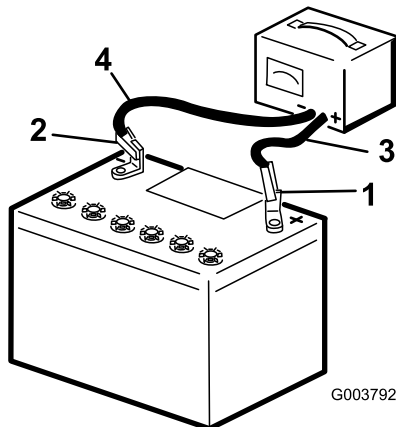

Figure 61
2. Chargez la batterie pendant 4 à 8 heures à un régime de 3 à 4 A (Figure 61). Ne chargez pas la batterie excessivement.
3. Quand la batterie est chargée au maximum, débranchez le chargeur de la prise, puis débranchez les fils du chargeur des bornes de la batterie (Figure 61).